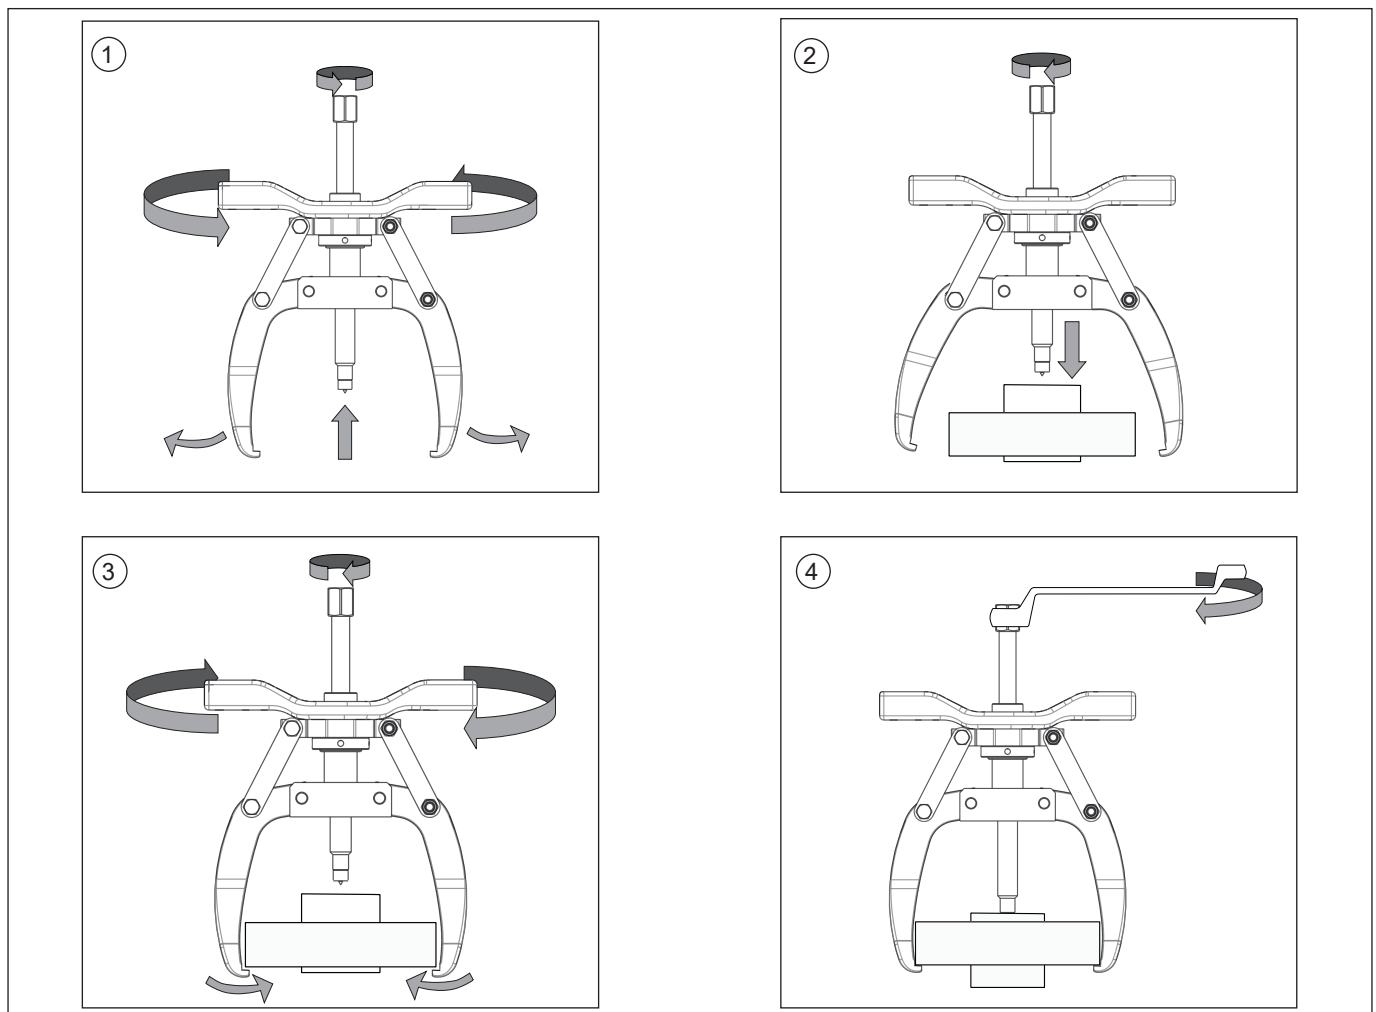

Abbildung 3, Schritte zur Installation des Abziehers
1. Drehen Sie die Spindel, um deren Höhe (nach oben oder unten) einzustellen. Drehen Sie den Griff, um die Öffnung der Abzugarme zu vergrößern oder zu reduzieren. Öffnen Sie die Abzugarme, und ziehen Sie die Spindel so weit zurück, dass Sie sie über dem Werkstück in Position bringen können. Für die folgenden Schritte siehe Abbildung 3, Ansicht 1 bis 4.